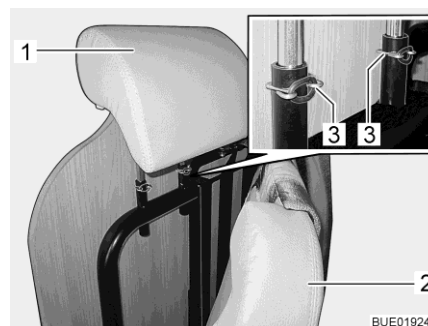

Fig. 12 Régler l'appuie-tête
Ajuster l'appuie-tête (Fig. 12,1) avant chaque départ de telle façon que l'arrière de la tête soit soutenu à peu près au niveau des oreilles.
- Rabattre le coussin (Fig. 12,2) vers l'avant.
- Retirer les pinces de sécurité (Fig. 12,3).
- Tirer l'appuie-tête (Fig. 12,1) vers le haut ou appuyer vers le bas jusqu'à ce qu'il s'enclenche dans la position d'ancrage désirée.